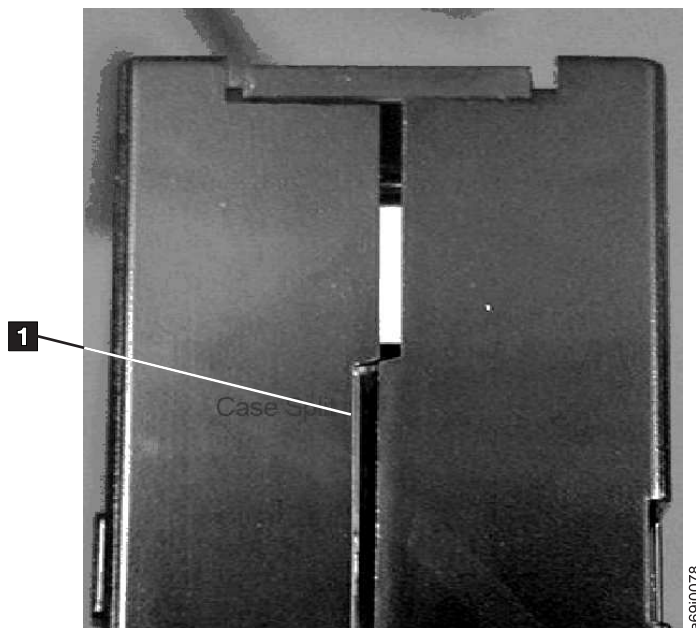

図 129. カートリッジの継ぎ目のすき間の検査
- カートリッジの背面 (テープ・ロード・コンパートメントに最初にロードする部分) を検査して、カートリッジ・ケースの継ぎ目 継ぎ目にすき間がある場合 (図 129 を参照) は、先行ピンが外れている可能性があります。